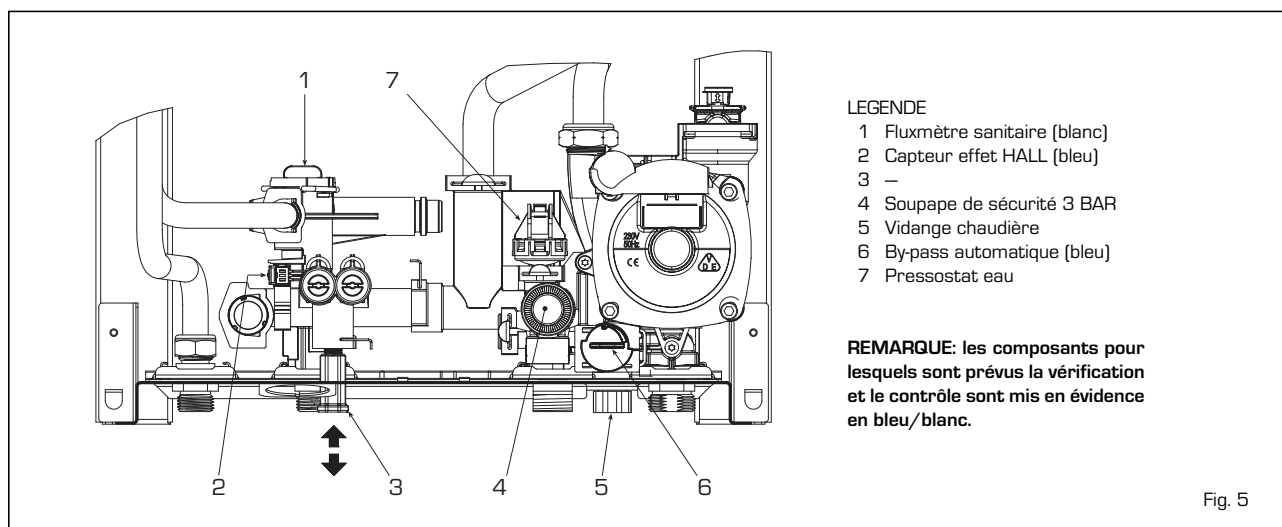

Fig. 5
2.5.1 Vidange du système (fig. 5)
Veuillez agir sur le bouchon de vidange [5 fig. 5] pour effectuer cette opération.